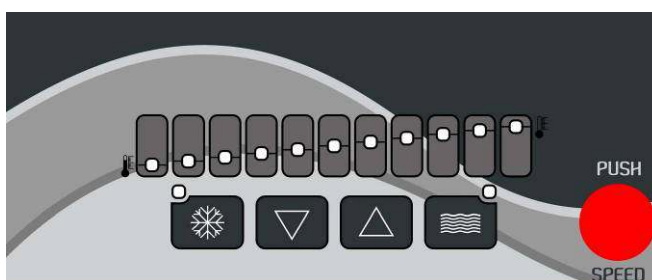

Fig. 9
- **CONGELAMENTO** - Una volta introdotto il prodotto, attivare l'interruttore con il fiocco di neve e regolarne la consistenza attraverso le frecce ▼ e ▲ (fig.9).
- **DEFROST** - Questa modalità, attivata dall'interruttore con le onde, riduce il consumo energetico della macchina; l'impianto frigorifero mantiene la temperatura del prodotto sotto i 2°C (fig.9). Usare questa modalità di funzionamento quando il prodotto rimarrà inutilizzato per ore.